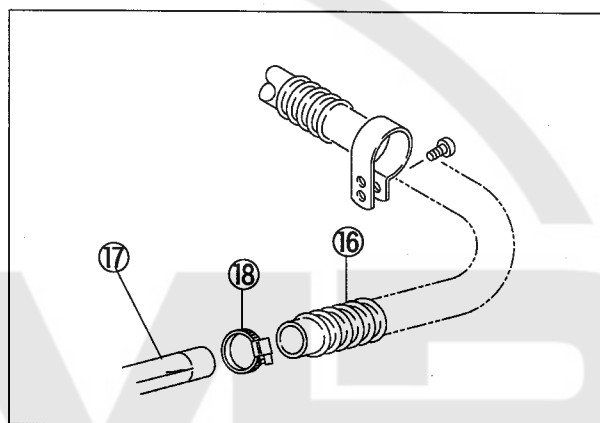

図5
- (7) ホース⑯を吸込管の排気側⑰に差し込み、ホースバンド⑱で固定する。(図5参照)